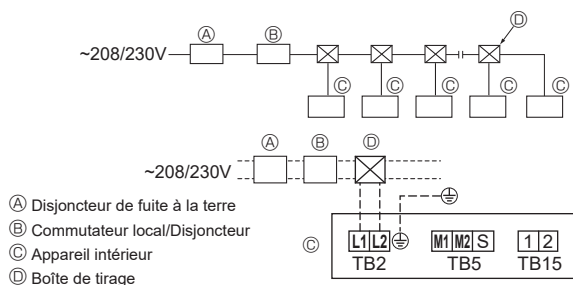

Fig. 6-2
6.3. Câblage d'alimentation (Fig. 6-2)
- Apposez l'étiquette ⑥ du disjoncteur et expliquez-la à vos clients.